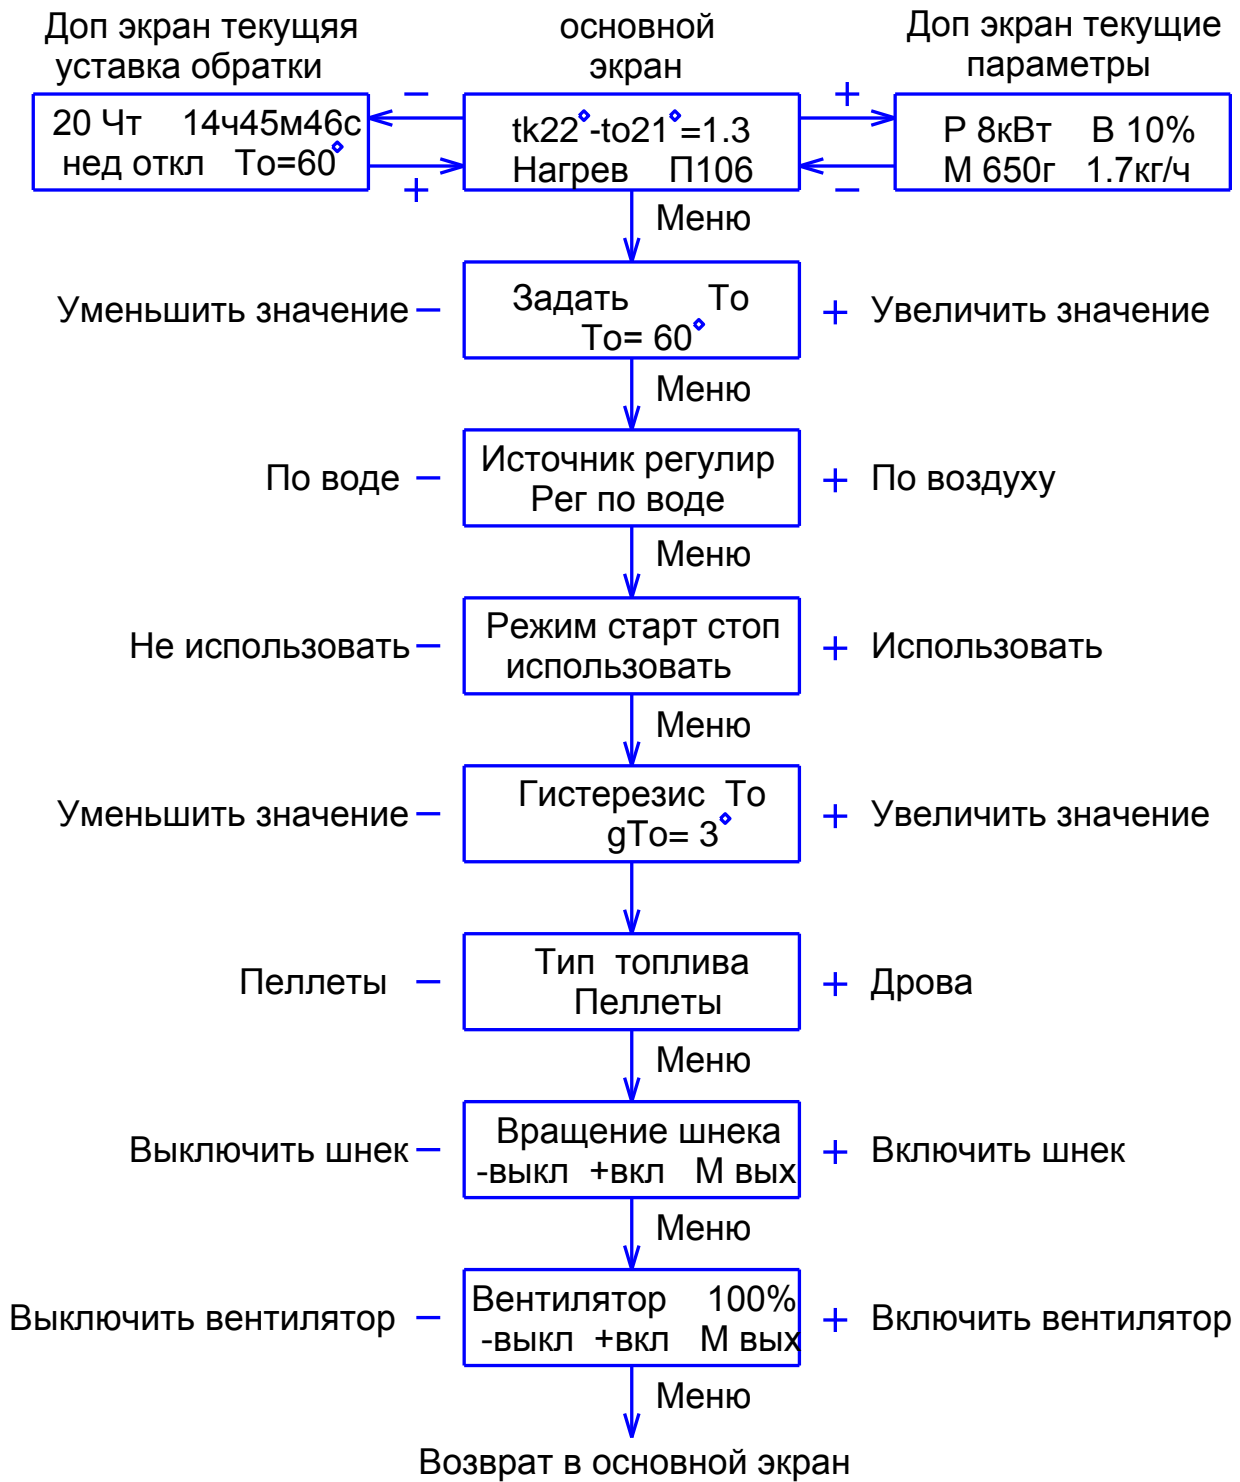

Рис.13. Меню пользователя.
10.3.1. Коротким нажатием кнопки "Меню" производится вход в меню пользователя, в котором собраны наиболее часто используемые параметры. Структура меню пользователя представлена на Рис.13.